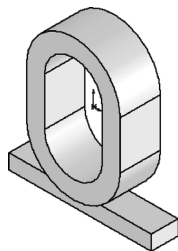

图 10-87 创建内腔
**11** 切除拉伸实体创建内腔。选择菜单栏中的“插入”→“切除”→“拉伸”命令，或单击“特征”控制面板中的“拉伸切除”按钮，弹出“切除-拉伸”属性管理器，设置切除终止条件为“完全贯穿”，然后单击“确定”按钮，结果如图 10-87 所示。